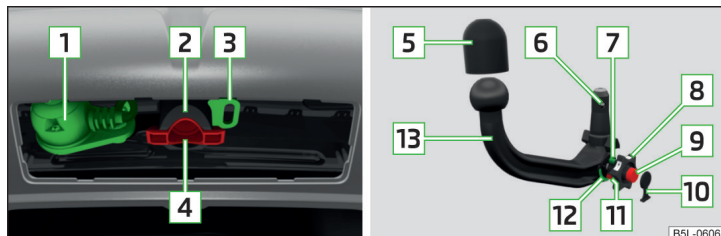

Fig. 143 Soporte del dispositivo de remolque/barra de cabeza esférica
**Soporte del dispositivo de remolque y barra de cabeza esférica** » fig. 143
- Extraiga la caperuza protectora de la cavidad de alojamiento **4** » fig. 143 de la pág. 130 hacia abajo.
- Colocar la caperuza protectora para la cavidad de alojamiento **[4]** » fig. 143 de la pág. 130.